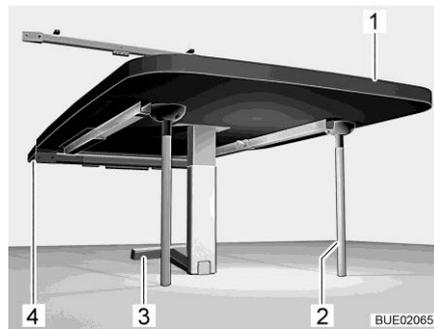

Fig. 135 Mesa colgante como base de cama
- Levantar la parte delantera del tablero de la mesa (Fig. 135,1).
- Abatir la parte inferior de la pata de apoyo articulada (Fig. 135,3) 90°.
- Insertar dos pies de apoyo (Fig. 135,2) adicionales en los alojamientos en el lado inferior del tablero de la mesa.
- Insertar la mesa en el listón de sujeción inferior (Fig. 135,4) y bloquearla.